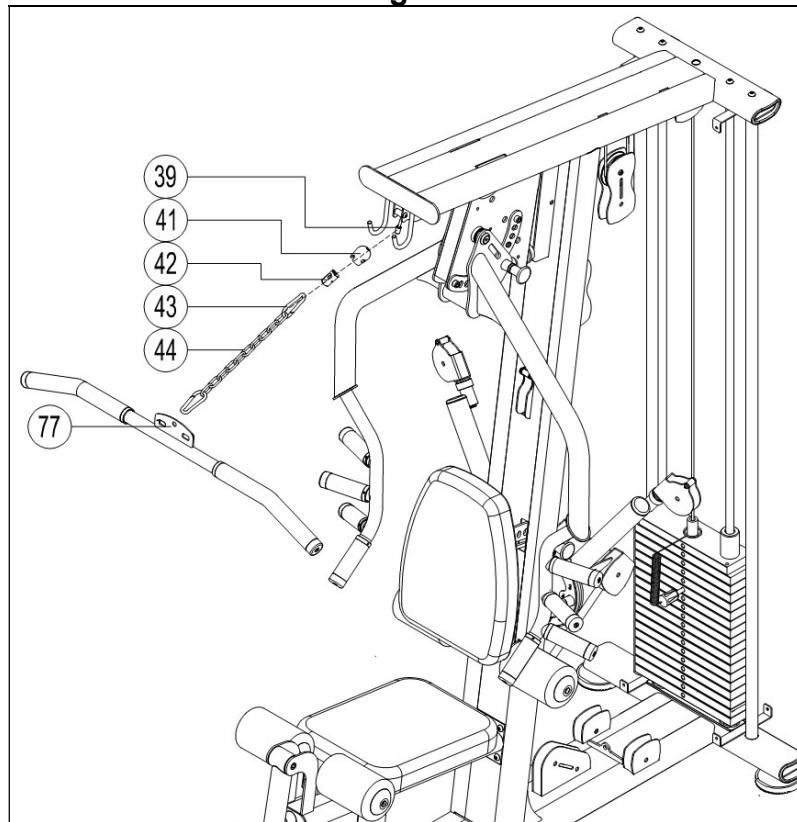

Fig.16
16.- Monte las poleas (H) usando los tornillos (119), las arandelas (11) y las tuercas (10) según indica la Fig.16, 2.
Monte la polea (G) colocando los soportes (25) y usando los tornillos (109), las arandelas (11) y las tuercas (10) según indica la Fig.16, 4.
Monte el resto de las poleas usando los tornillos (109), las arandelas (11) y las tuercas (10), Fig.16.
Pase el cable (37) por las poleas según indica la Fig.16.